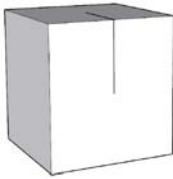

图 2.3.14 创建立方体
- (1) 在地面上画一个  $600\text{mm} \times 600\text{mm}$  的矩形，向上拉出  $600\text{mm}$ ，形成一个立方体，如图 2.3.14 所示。